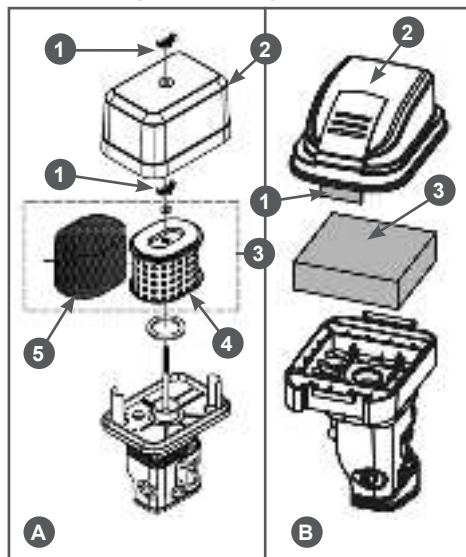

Рис. 10 Обслуживание воздушного фильтра
го фильтра) (Рис. 10 п. 1) и снимите крышку воздушного фильтра (Рис. 10 п. 2).
- Извлеките из корпуса воздушный фильтр (Рис. 10 п. 3).
- Проверьте целостность и чистоту воздушного фильтра. Поролоновый (предварительный) фильтрующий элемент тип «А» (Рис. 10А п. 5) установлен на корпусе бумажного фильтрующего элемента (Рис. 10А п. 4).
- При незначительном загрязнении промойте поролоновый фильтр (Рис. 10А п. 5 и Рис. 10В п. 3) теплым мыльным раствором и просушите. Поврежденный или сильно загрязненный поролоновый фильтр замените.
Бумажный фильтрующий элемент (Рис. 10А п. 4) не подлежит очистке, необходима его замена. Не продувайте бумажный фильтрующий элемент сжатым воздухом, не промывайте его в бензине и других растворителях. Эксплуатация двигателя с грязным или поврежденным воздушным фильтром, или без воздушного фильтра приведет к попаданию грязи и пыли в карбюратор и двигатель, что в свою очередь, станет причиной его быстрого износа. Двигатель в этом случае не подлежит ремонту по гарантии.